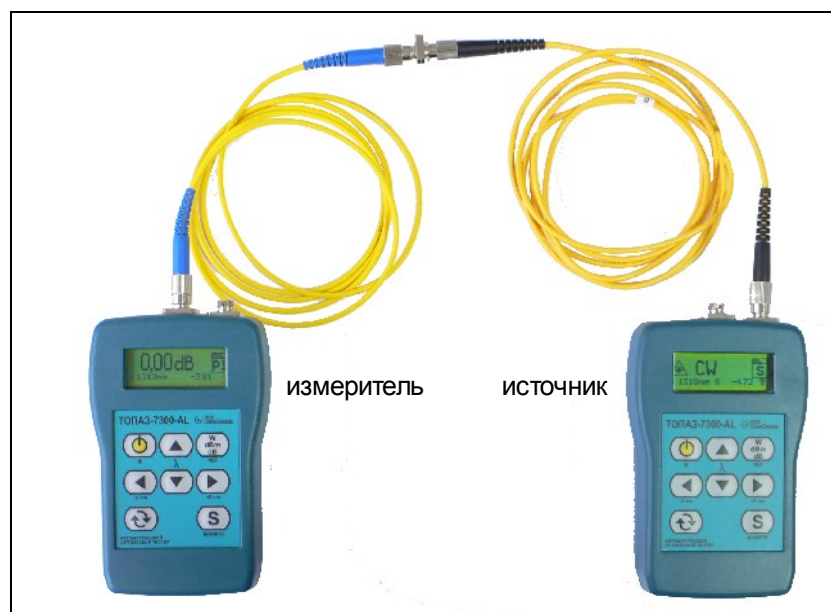

Рис. 4. Измерение опорного уровня
1. Подключить к разъему P.1 с помощью 2-х патчкордов и проходной розетки источник оптического сигнала (рис. 4), уровень которого в дальнейшем должен служить точкой отсчета.
Подключить к разъему P.1 с помощью 2-х патчкордов и проходной розетки источник оптического сигнала (рис. 4), уровень которого в дальнейшем должен служить точкой отсчета.